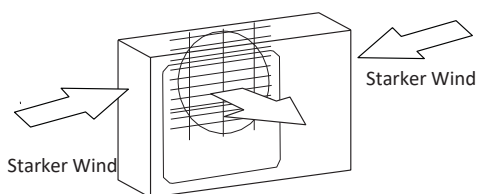

Abb. 5.1
- ✓ Wenn der Standort starken Winden ausgesetzt ist (z. B. am Meer), muss das Gerät an die Wand gestellt werden, um es vor Wind zu schützen. Sehen Sie gegebenenfalls einen Windschutz vor. (Siehe Abb. 5.1 und 5.2)